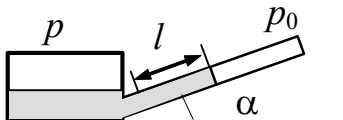

Рисунок 2.10
2.9. Микроманометр представляет собой два сообщающихся сосуда. Один из них – широкая чашка, другой – трубка, наклоненная под углом  $\alpha$  к горизонтальному уровню (рисунок 2.10). Измерение давления сводится к измерению